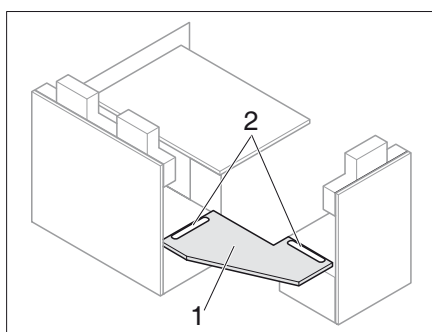
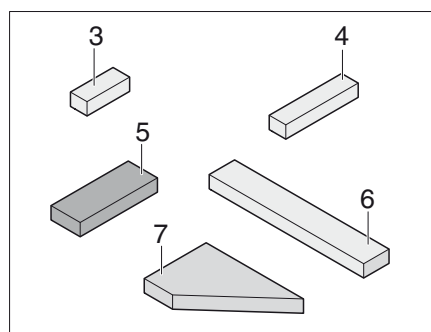
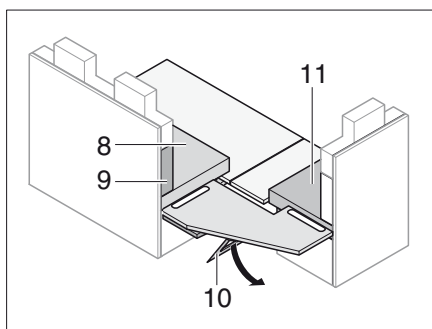
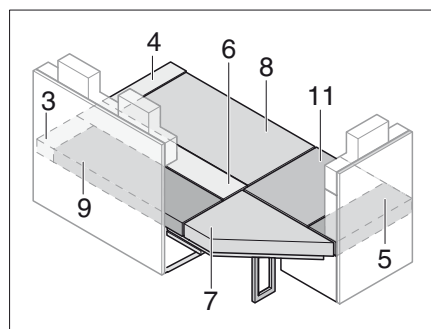

Bild 183 Sätt i förstärkningsplattan
Bild 184 Extradynor
Bild 185 Stöd förstärkningsplatta
Bild 186 Efter ombyggnaden
- Sätt in förstärkningsplatta (Bild 183,1) i spåren (Bild 183,2).
- Fäll ut stödet (Bild 185,10) under förstärkningsplattan (Bild 183,1).
- Lägg på sits-, ryggstöds- och extradynor så som visas på Bild 186 (positionsnumren hänvisar till Bild 184 och Bild 185).
- Fäll ut sittbänksförlängningarna (Bild 183).